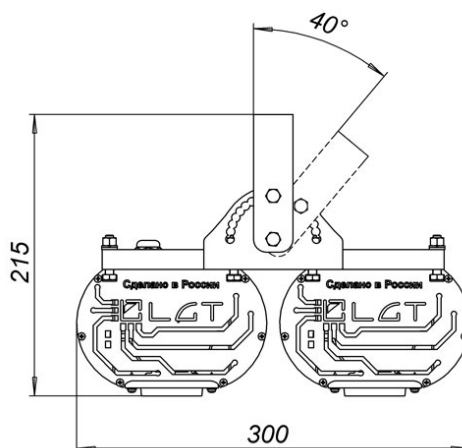

Рис. 9
6.7.7 Установить светильник под необходимым углом к освещаемому объекту и зафиксировать положение светильника с помощью винта М6. Шаг угла наклона 10 град. Максимальный угол поворота крепления потолочного на светильнике 80° (Рис. 9).